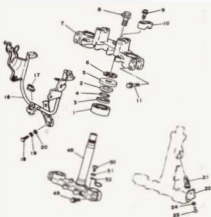

Bild 179
- 11 Schraube M 14 x 1,25, 58 Nm (Vergleiche Teil 8 in Bild 179)
zum Kegelrollenlager bei Ausführung ab 1985. Das in Bild 179 mit Teilenummer 1 dargestellte Kegelrollenlager besteht aus drei Teilen:
Alle Einstellmassnahmen wie vorher beschrieben. YAMAHA schreibt für die Einstellmutter 6 in Bild 179 ein maximales Anzugsdrehmoment von 38 Nm vor.